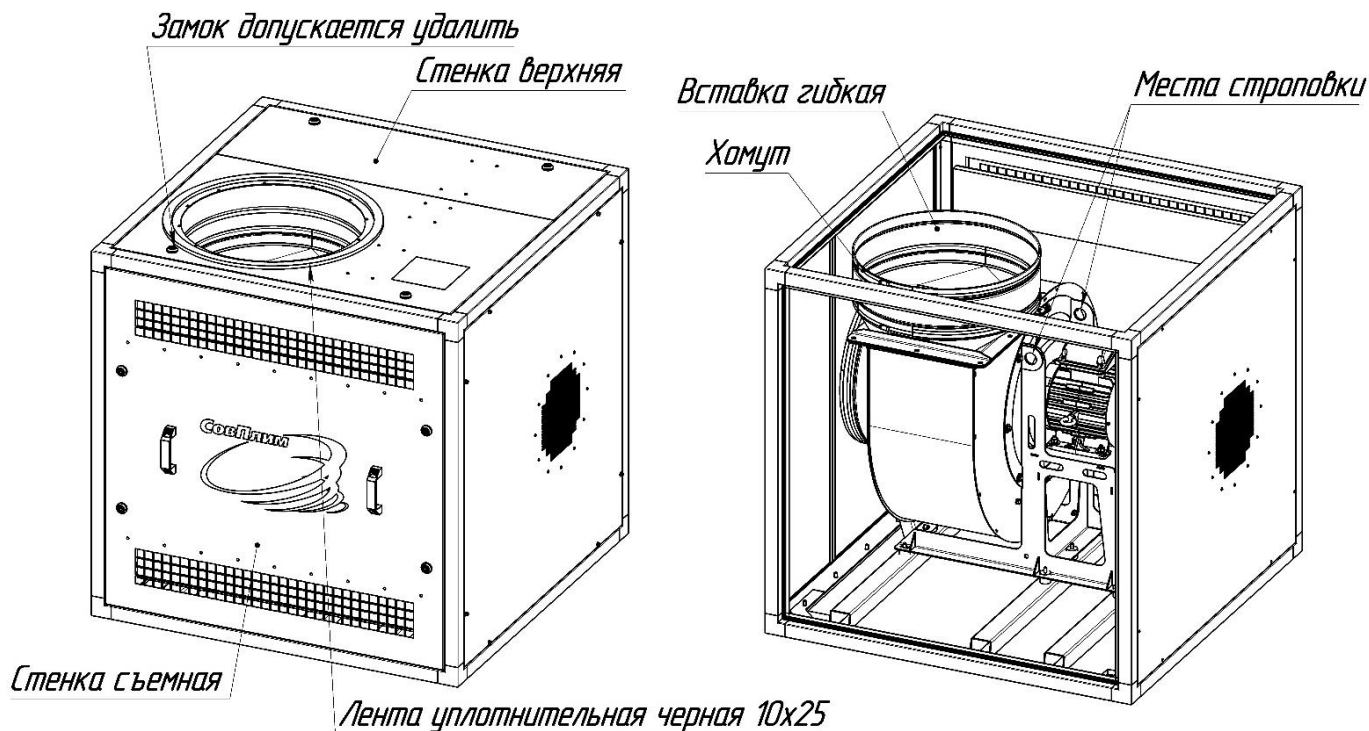

Рисунок 1 – Места строповки вентиляторов SIF
- с помощью строповочных отверстий на раме (для этого снять стенку съемную, освободить хомут, снять вставку гибкую с патрубка крышки верхней, снять крышку верхнюю (рисунок 1);
- При соединении с глушителем, допускается удалить замок со стенки верхней (рисунок 1). Под глушитель, на стенку верхнюю, наклеить по контуру нагнетающего отверстия ленту уплотнительную черную 10x25 (поставляется в комплекте).